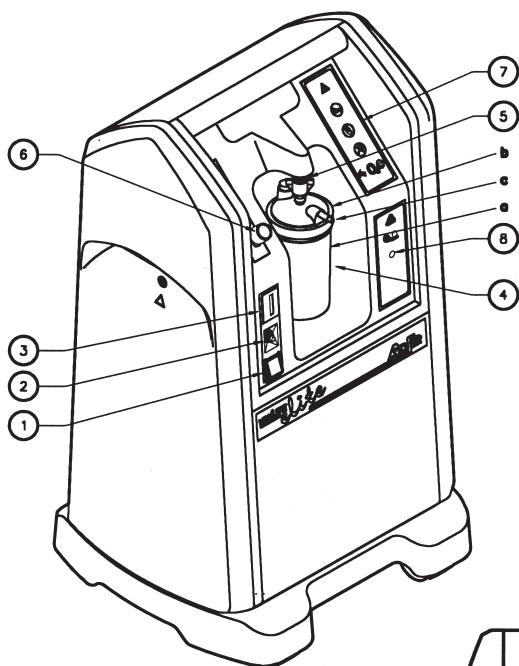

Fig. I.1
I. 1. Apparatens framsida (Fig. I. 1)	2-SV
I. 1. Apparatens framsida (fig. I. 1)